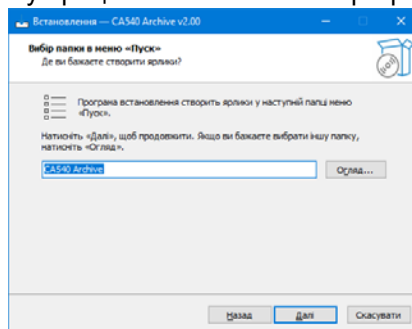

Рисунок 8.13
3) Визначити місце розташування ярликів програми в меню "Пуск", для чого у вікні (рисунок 8.13) слід або погодитись з запропонованою папкою, або вибрати інший варіант, клацнувши по кнопці **Огляд...**. Для продовження виконання встановлення програми клацнути по кнопці **Далі**.